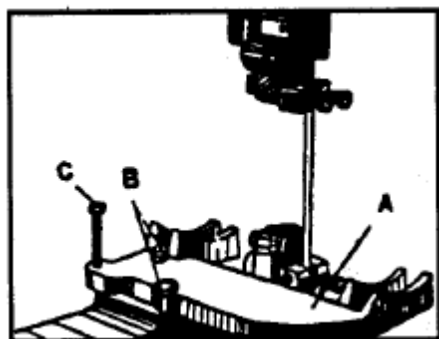

**Рис. 13**
Установить ограждение ременной передачи (В), **Рис. 13**, на верхнюю полку над отверстием под ремень. Закрепить четырьмя винтами (С). Навесить дверцу (D), **Рис. 7**, на петли.